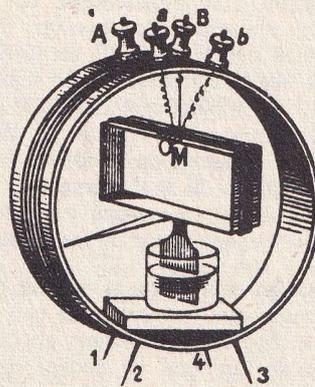
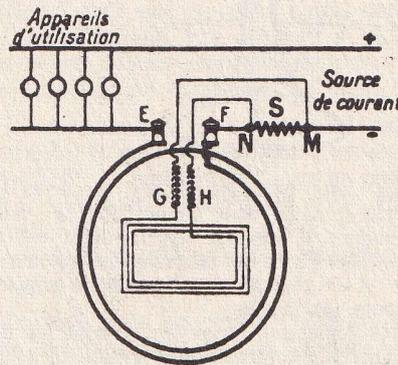
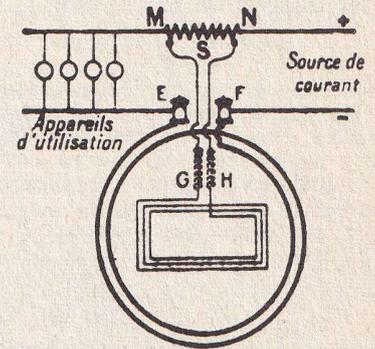

FIG. 7 : Réalisation d'un wattmètre.
FIG. 9 : Transformation d'un wattmètre en électrodynamomètre.
FIG. 10 : Montage possible d'un électrodynamomètre (vivement déconseillé ; indiqué à titre documentaire).
### VII — Réalisation d'un wattmètre (fig. 7)
**Réalisation du cadre fixe :** celui-ci est constitué par un cercle ou un cylindre en bois (carcasse d'un tamis par exemple) de 18 à 20 cm de diamètre et de 7 à 8 cm de largeur (fig. 7). A l'intérieur du dit cylindre l'on visse un petit piton qui servira à supporter le cadre mobile et l'on enroule en tours serrés sur le cylindre en bois du fil de cuivre isolé à l'émail ou au coton (fil de bobinage) de 5/10 à 10/10 de diamètre ; ce fil formera ainsi 40 à 50 spires autour du cylindre et ses extrémités seront branchées aux bornes A et B fixées extérieurement sur le cylindre au voisinage du piton qui devra constituer la partie haute du cylindre. Pour que l'ensemble tienne debout, l'on plantera quatre clous (1, 2, 3 et 4), ou quatre vis, en dehors de l'enroulement et diamétralement opposés au piton et aux bornes A et B. Le cylindre ainsi constitué se tiendra debout sur ses quatre pieds et prêt à recevoir le cadre mobile.
**Réalisation du cadre mobile :** il est rigoureusement identique à celui du galvanomètre à cadre mobile décrit au paragraphe V ; il en est de même pour le système amortisseur d'oscillations, le cadran et l'aiguille. Les deux extrémités du fil du cadre enroulées en boudins sont branchées aux deux bornes (a et b) serviront à lui amener le courant. Au point M (fig. 7), l'on peut coller un minuscule petit miroir (nous avons déjà exposé l'avantage que confère aux appareils le petit miroir en question —
### IX — Transformation d'un wattmètre en électrodynamomètre (pour être utilisée sur les courants continus ou alternatifs) figure 9
Reprenons le wattmètre de la figure 7, que nous avons décrit au paragraphe VII et réalisons le montage de la figure 9 ; pour cela, intercalons le gros fil de l'enroulement fixe du cylindre dans le trajet du courant à mesurer (ce sera celui qui alimente les lampes à incandescence illustrant la fig. 9) ; le branchement du cadre seul sera modifié (au lieu de le faire aboutir aux deux fils d'amenée du courant en intercalant une résistance, l'on relie ses extrémités par les fils en boudins qui le terminent aux extré-
### X — Montage de l'électrodynamomètre de la figure 10
Il est possible, mais il est vivement déconseillé, car il crée une grande différence de tension entre les deux enroulements fixe et mobile de l'appareil (ce qui n'est pas le cas du montage de la fig. 9, décrit au paragraphe IX). En conséquence de ce qui précède, nous donnons le schéma de la figure 10, à titre documentaire, sans plus.